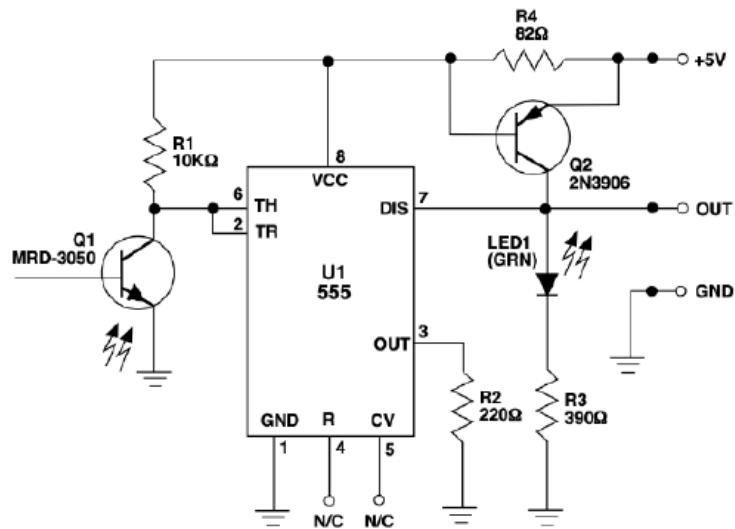

Figura 31: Esquema.
- Si se utiliza un temporizador PASCO o una interfaz de computadora, consultar el esquema de la Figura 31 para conocer las conexiones de alimentación y señal adecuadas.